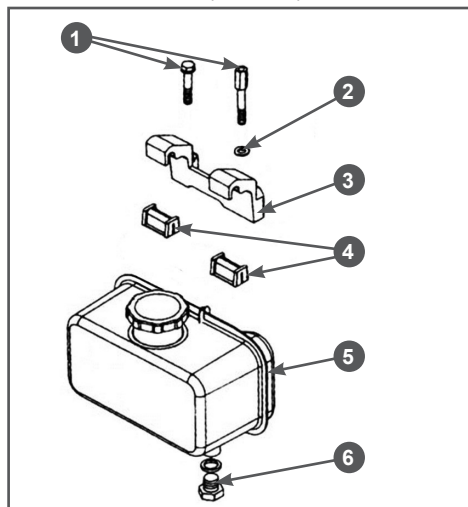

Рис. 23 Крепление топливного бака
3. Открутите пробку 6 для слива топлива и слейте топливо из топливного бака в заранее подготовленную для этого емкость (Рис. 23).
4. Открутите болты 1 крепления, и снимите верхний кронштейн 3 крепления топливного бака (Рис. 23).